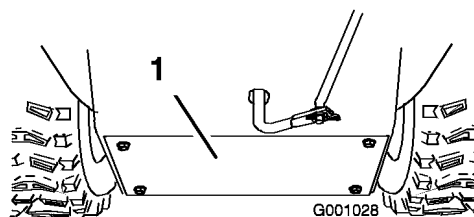

Figura 44
3. Togliete il carter posteriore (Figura 44).